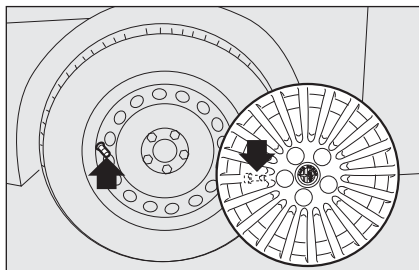

fig. 12
- placer l'enjoliveur sur la jante de la roue en faisant coïncider le symbole  imprimé à l'intérieur de l'enjoliveur, à la valve de gonflage **fig. 12**;